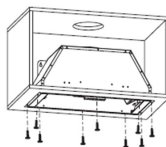

Fig. 7.
5. Fije el compartimento en la parte inferior del mueble con 10 tornillos ST4*14 mm (cf. ilustración 7).